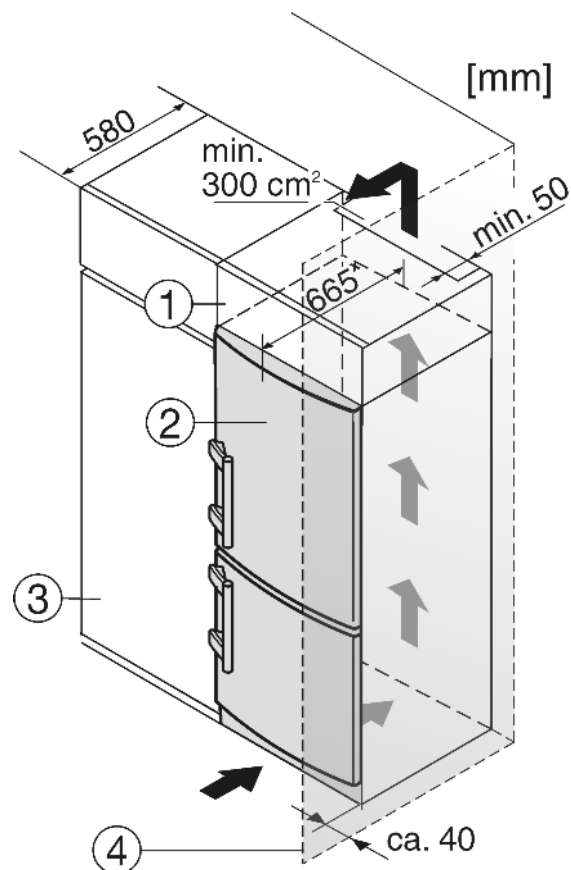

Fig. 9
- (1) Opbouwkast
- (2) Apparaat
- (3) Keukenkast
- (4) Wand
Het apparaat *Fig. 3 (6)* kan worden ingebouwd in de keuken. Om het apparaat aan de hoogte van het keukenblok aan te passen, kunt u er een passende opbouwkast *Fig. 9 (1)* op plaatsen.
Bij ombouw met keukenkasten (max. diepte 580 mm) kan het apparaat direct naast de keukenkast *Fig. 9 (3)* worden opgesteld. Ten opzichte van het keukenkastfront steekt het apparaat opzij 70 mm^x en in het midden van het apparaat 85 mm^x uit.
Plaast u het apparaat met de scharnierkant naast een muur *Fig. 9 (4)*, dan moet de afstand tussen apparaat en muur minstens 40 mm bedragen. Dit in verband met het uitsteken van de deurgreep bij een geopende deur.